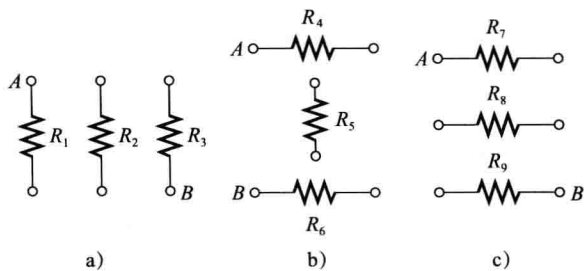

图 5-6 测试题 3、测试题 4 图
3. 对图 5-6 中的每个电路, 把电路图画完整, 把电阻器都并联在 A 点和 B 点之间。
4. 把图 5-6 中每一组并联电阻器再彼此并联起来。